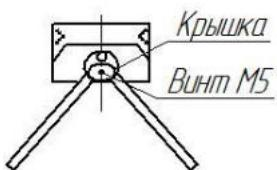
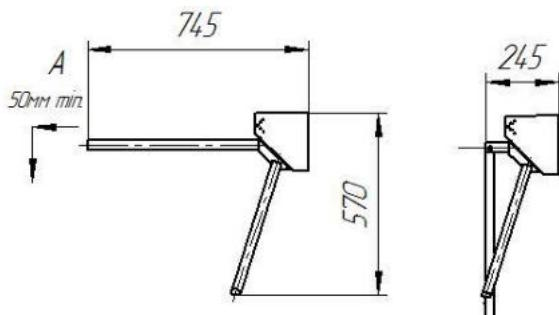

Рис. 1
Рис. 2
6.4 Установите штанги. Для этого снимите крышку поворотного механизма, открутив винт M5 (рис.1). Закрепите штанги болтами M10, входящими в комплект штанг. Для перевода штанги «антинападка» в положение «проход открыт» оттяните штангу в направлении А (от турникета) на 50-80мм и поверните ее вниз (рис.2). Время открытия штанги «антинападка» составляет 1-3с. Закройте место крепления штанг крышкой.